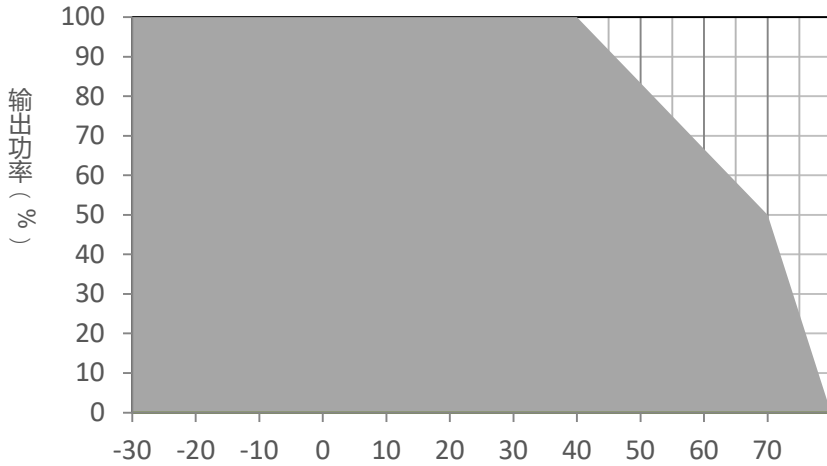

图 1 竖立及水平安装下降额
1. 电源如果持续在额定功率曲线以外区间使用，可能导致零部件降级或损坏，具体参照图 1 所示。